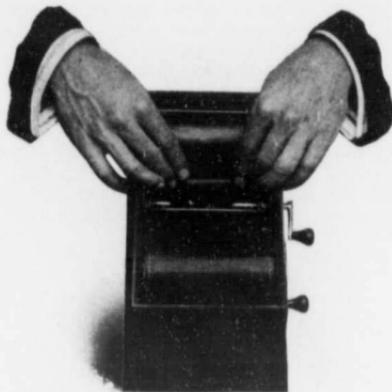

FIG. 4.
6. Brisez le papier gommé qui tient le bout du papier doublure, passez le bout de ce dernier sous la broche au devant du dévidoir—à travers lequel passe l'essieu "D," (fig. 4), et tournez cet essieu lentement à droite jusqu'à ce que le mot "arrêtez" (*stop*) apparaisse sur le papier doublure.